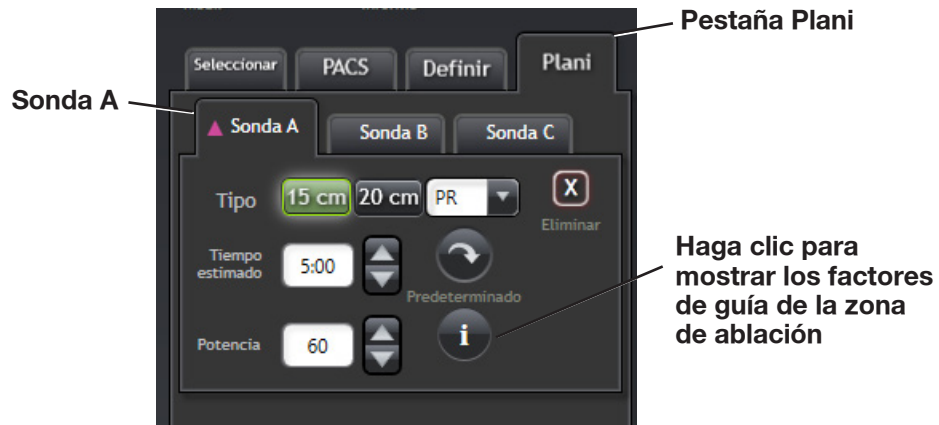

Figura 3-24: La configuración de la sonda A (tipo de sonda, tiempo de ablación, potencia de ablación) se muestran en la pestaña Plani.
10. Se pueden seleccionar el tipo de sonda (PR, PRXT, LK, LKXT y LN), la hora de destino y la potencia para cada sonda planificada (Figura 3-24). Los cambios en la potencia de ablación (W) y el tiempo (min) se reflejan en el tamaño que se muestra de la ablación planificada (elipse naranja) (Figura 3-23).
11. El botón situado en la parte inferior derecha de la pestaña **Plani** proporcionará los factores de guía de la zona de ablación que se describen en el siguiente apartado y que pueden influir en el tamaño de la zona de ablación (Figura 3-24).